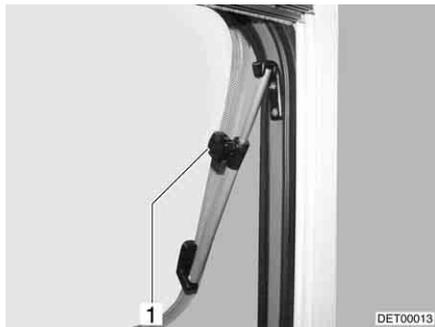

Fig. 75 Lanterneau avec bras pivotants, ouvert
- Ouvrir le lanterneau jusqu'à la position voulue et le bloquer avec la molette (Fig. 75,1).
- Tourner la molette (Fig. 75,1) jusqu'à ce que le dispositif de blocage soit libéré.